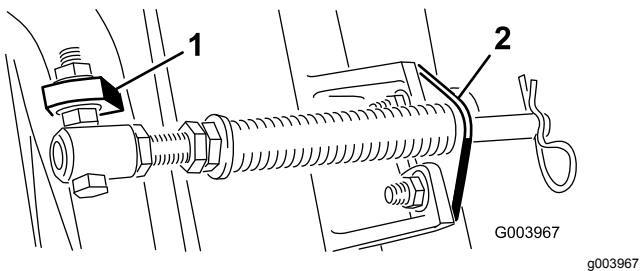

Figura 6
**Nota:** Posicione a cabeça do parafuso para o lado exterior do separador como se mostra na Figura 6.
- D. Monte o suporte da barra nos separadores da unidade de corte com os parafusos de carroçaria e as porcas (Figura 6).